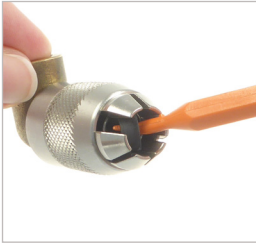

Abbildung 6
- ▶ Untergraben Sie die Frontdichtung (Pos. 7) mit dem WEH® O-Ring-Picker Art. Nr. E98-101969 und entnehmen Sie ihn aus dem Einstich (*Abbildung 6*).